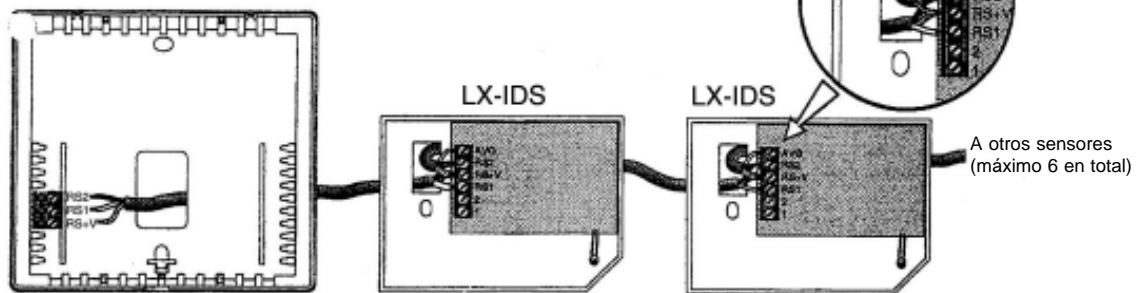

Figura 63
3. Conecte los cables a cada sensor adicional de la siguiente manera. También se puede conectar un sensor externo en cualquier lugar de la cadena (remítase a la figura 63)